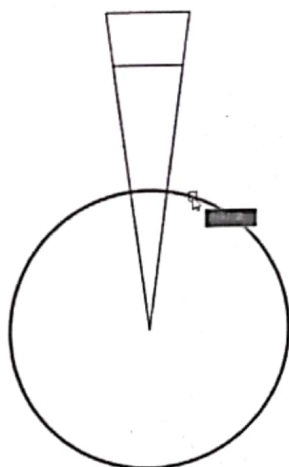

图 6-49 选择参照体
▶Step09 按回车键确认，再根据提示选择圆面域作为参照体对象，如图 6-49 所示。